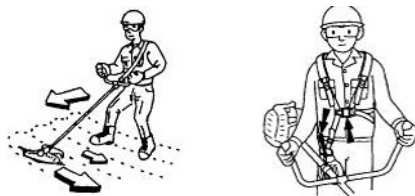

Fig.18
- Corte el césped de derecha a izquierda (Fig. 18)